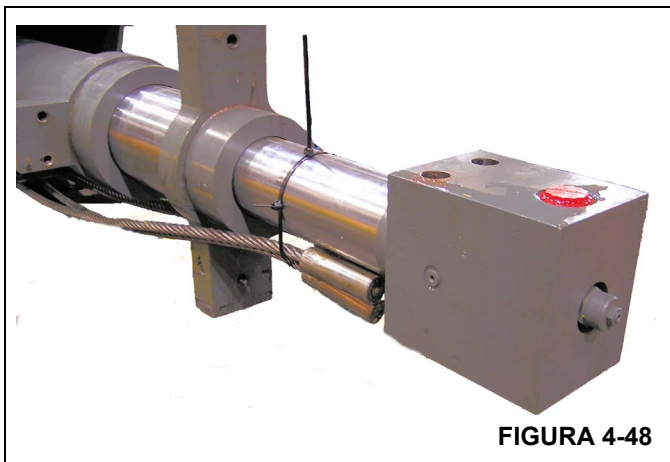

FIGURA 4-48
5. Para ayudar a la instalación de la sección de extremo en la sección central exterior, aplique lubricante a las superficies de contacto de la almohadilla de desgaste en la sección de extremo y fije los cables de extensión al cilindro telescópico. (Figura 4-48)
- a. Gire el bloque de lumbreras como se muestra en la Figura 4-48.